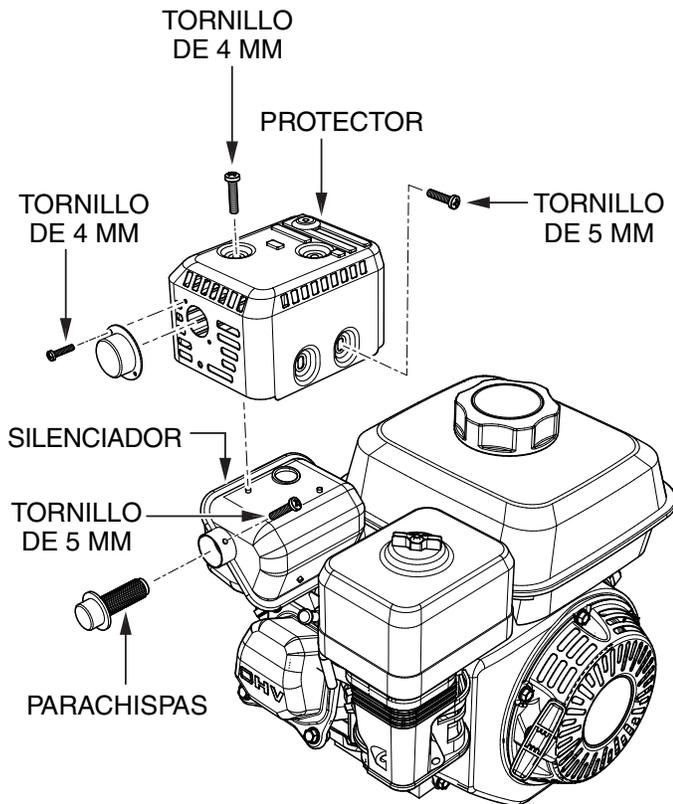

Figura 31. Extracción del parachispas
1. Quite el tornillo de 4 mm (3) del deflector de escape y quite el deflector. Consulte la (Figura 31).
2. Quite el tornillo de 5 mm (4) del protector del silenciador y quite el protector del silenciador.